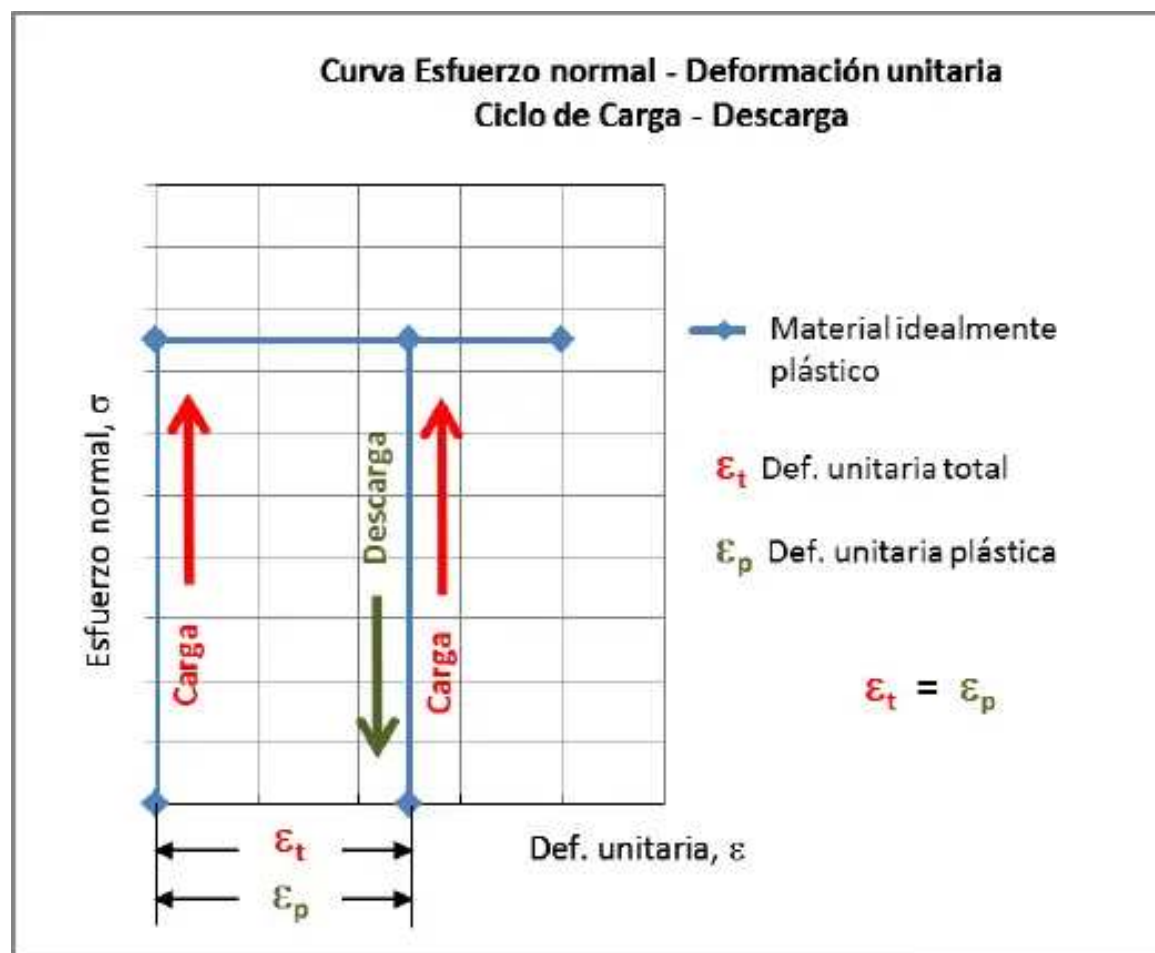

Figura 4. Curvas de ciclo y descarga en material idealmente plástico.
- i) **Material idealmente plástico** es aquel que cuando es sometido a un esfuerzo aplicado se deforma inmediatamente, y al retirar la carga conserva la deformación total que originó la carga a la cual fue sometido, figura 4.
- j) **Deformación plástica (ϵ_p)** es la magnitud de la deformación permanente que tiene un material cuando se descarga, figura 4.